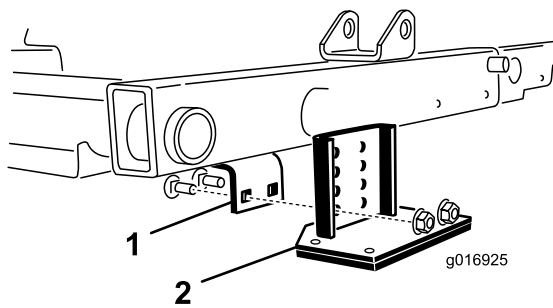

Figura 30
2. Localize o suporte da estrutura acima do centro da unidade de corte (Figura 30).
3. Pressionando para baixo o cilindro frontal da unidade de corte central, determine quais os furos do suporte de comando que alinham com os furos do suporte da estrutura para obter o mesmo contacto do rolo quando o suporte de controlo estiver instalado (Figura 30).
4. Desça as unidades de corte e monte o suporte de controlo na estrutura com os 2 parafusos da carroçaria e 2 porcas fornecidos com o kit (Figura 30).